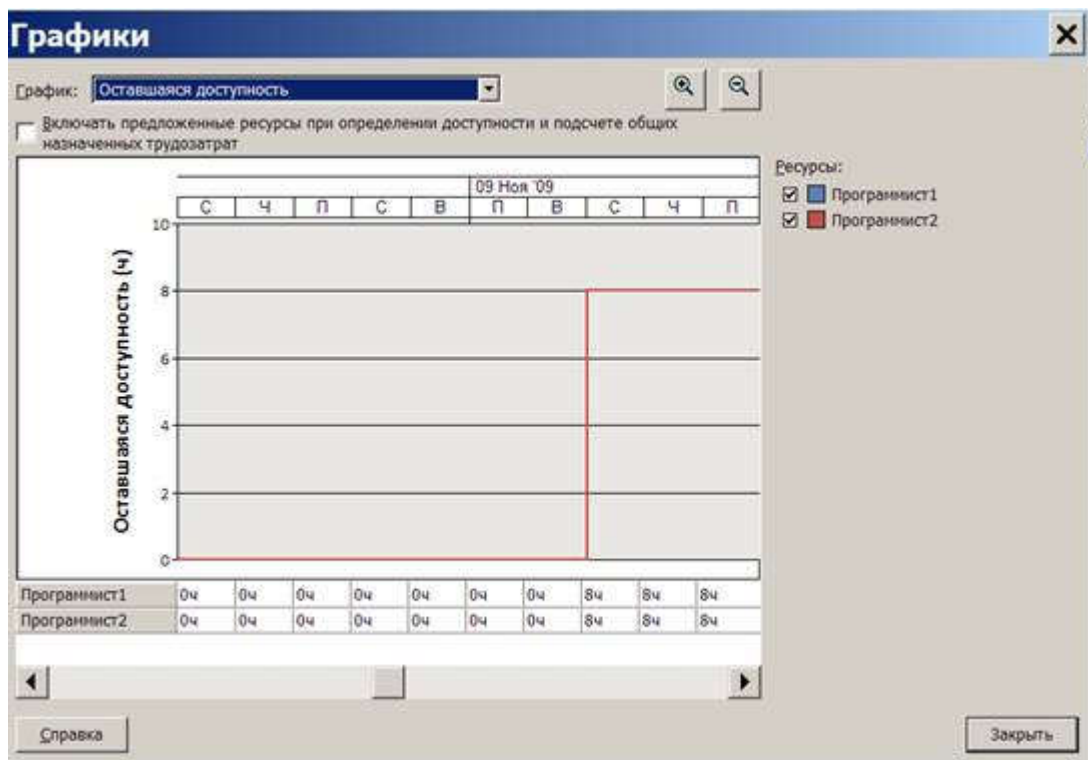

Рис. 7.22. Оставшаяся доступность программистов
- Проанализируем графики остаточной доступности остальных трудовых ресурсов проекта в эти дни. Вид/Диаграмма Ганта – выбрать задачу Составление программной документации – Сервис/Назначить ресурсы – выбрать ресурсы Программист1 и Программист2 – нажать кнопку График – в поле График выбрать Остаточная доступность – анализ графиков 5.11.09, 9.11.09 – 12.11.09. Результат – Программист1 и Программист2 имеют в распоряжении с 11.11.09 и 12.11.09 по 8ч (рис.7.22). Вывод: замена полностью ресурса Постановщик на какой-либо имеющийся трудовой ресурс проекта невозможна.